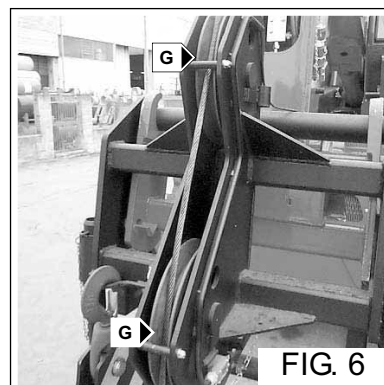

FIG. 6
- Introduire la corde dans les poulies guide-corde (Fig. 6 - Réf. G).
- Insert the rope in the rope guide pulley (Fig. 6 - Ref. G).
- Introducir el cable en las poleas guía-cable (Fig. 6 - Ref. G).